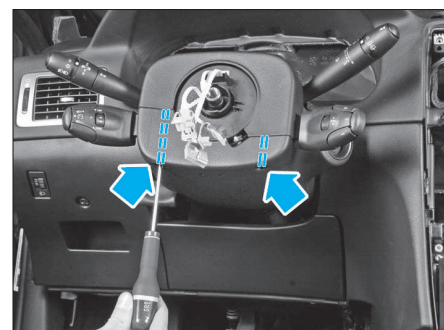

FIG. 29
- Déposer les demi-coquilles de colonne de direction assemblées par 2 vis (Fig.29).